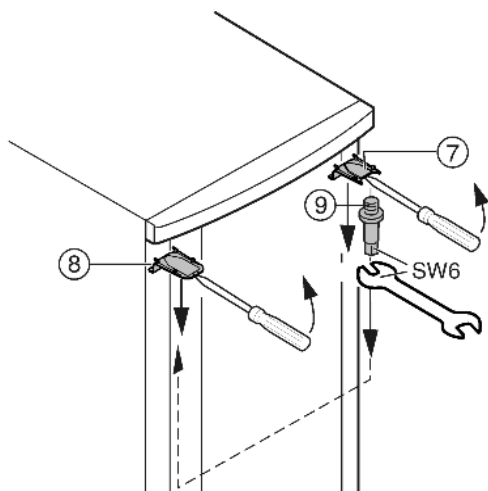

Fig. 7
- ▶ Z ustreznim izvijačem iztaknite zgornja pokrov Fig. 7 (7) in pokrov Fig. 7 (8), ter ju odstranite poševno navzdol.
- ▶ Odvijte ležajni sornik Fig. 7 (9) in ga privijte na nasprotni strani aparata (**s 4 Nm**).
- ▶ Pokrov Fig. 7 (7) montirajte na stran z ležajnim sornikom: namestite ga na zadnji strani in nato zaskočite na sprednji strani.
- ▶ Pokrov Fig. 7 (8) montirajte na nasprotno stran: namestite ga na zadnji strani in nato zaskočite na sprednji strani.
- ▶ Vrata zgoraj obesite na ležajni sornik Fig. 7 (9).